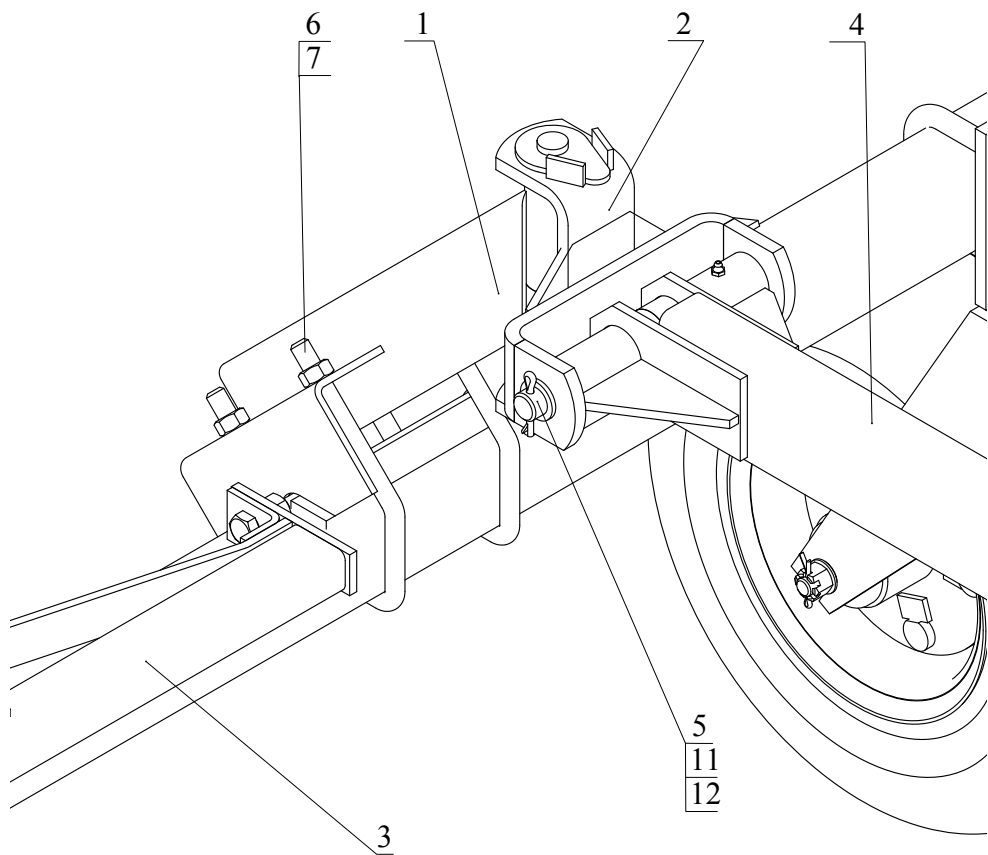

Рис.10 Кронштейн с крестовиной маркера.
-Установите кронштейны 1 (рис.10) на балках (левой и правой) боковых секций, на расстоянии 575мм. от посадочных втулок приваренных на балках, до оси втулки на кронштейне (рис.4) и закрепите кронштейны с помощью соответствующих скоб 6(М16) и гаек 7, по 2-е на каждый резьбовой конец.
- Присоединить штанги 1 (рис.5) к кронштейнам 4, предварительно смонтированных на заднем бруске рамы сцепки, через крестовины 2 (рис.10), пальцами 5 и зашплинтовать их шплинтами 12.